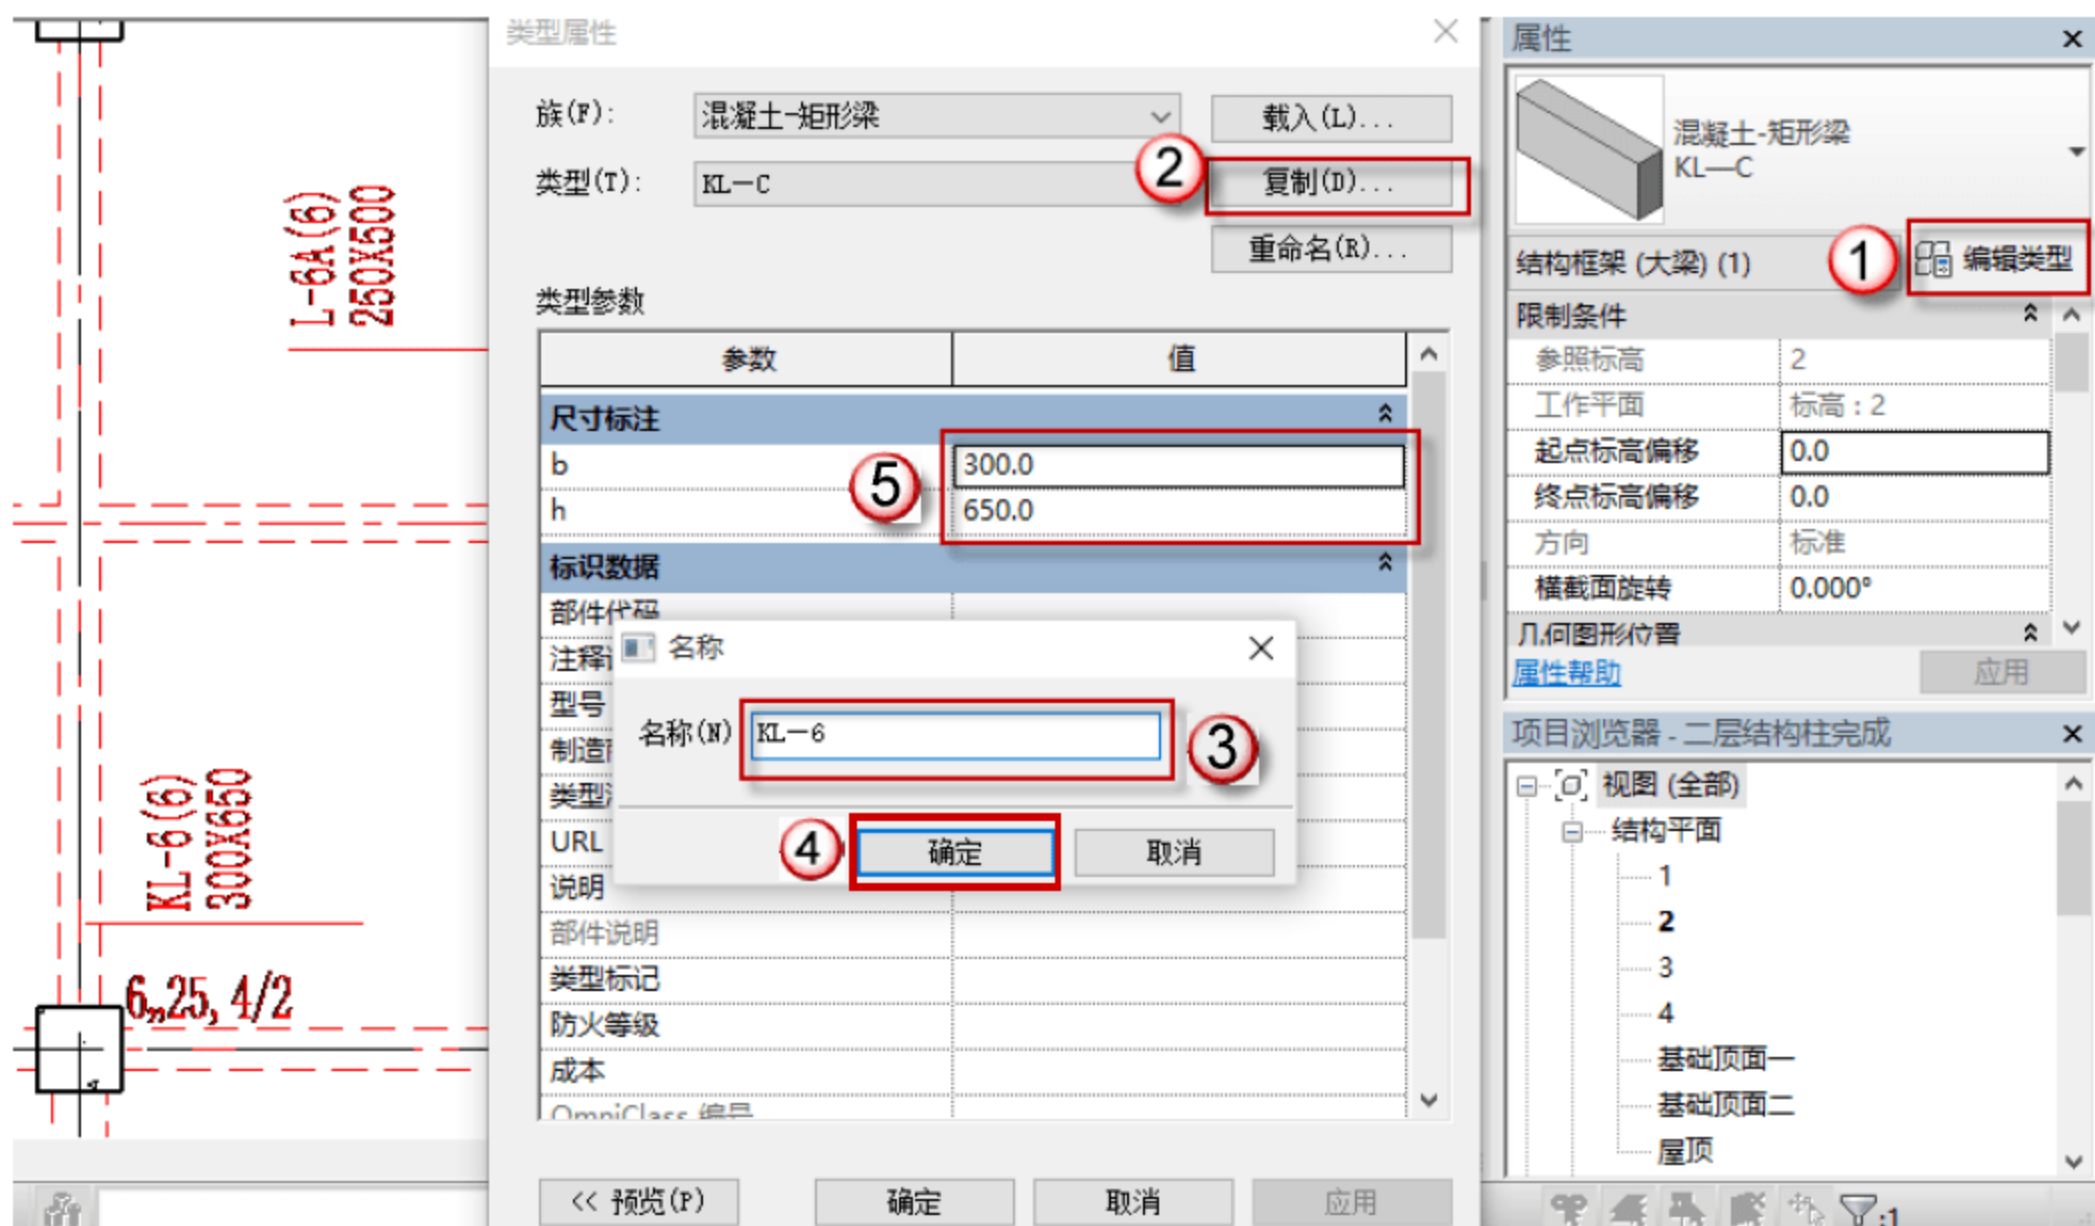

图 4.2.42 设置 KL-6 参数
(17) 设置矩形梁 KL-6 参数，按快捷键 B+M，出现绘制的界面，单击“编辑类型”按钮，在弹出的对话框中单击“复制”按钮，再在弹出的对话框中命名新的族 KL-6，单击“确定”按钮。在“尺寸标注”栏设置参数，如图 4.2.42 所示。